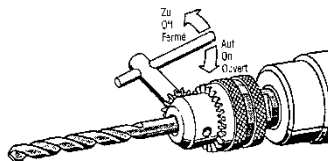

Bild 1 | Picture 1
- Bohrfutter mittels Bohrfutterschlüssel öffnen. (Bild 1)